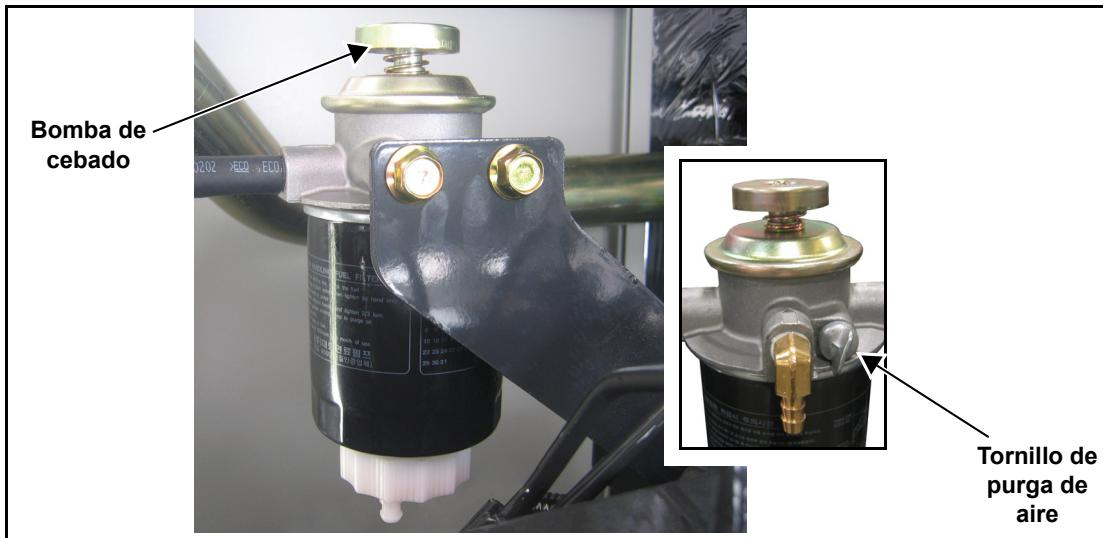

Figura 3-3. Cebado del sistema de combustible
- Vea la Figura 3-3. Afloje el tornillo de purga de aire y accione la bomba de cebado hasta que se observen burbujas. Coloque un trapo alrededor del tornillo de purga de aire para atrapar cualquier pérdida de combustible.